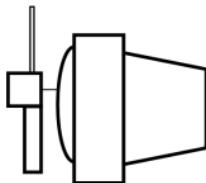

Рис.2.
7.5. При измерении яркости экранов мониторов ПК расположите фотометрическую головку с зондом прибора параллельно плоскости экрана на расстоянии 1-4 мм. Входные окна фотоприёмников (8, рис.1) должны быть обращены по направлению к плоскости экрана, при этом диаметр измеряемой площадки не превышает 7-9 мм (рис.2).